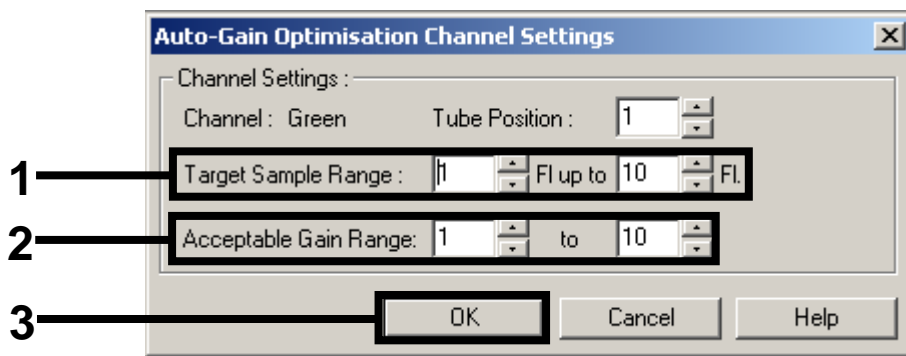

Figura 7. Ajuste da otimização do ganho para o canal Green. Estes ajustes devem ser realizados para cada canal (verde, amarelo e laranja).
9. Ajustar a optimização do ganho. Escolher um “Target Sample Range” (Intervalo de amostras alvo) a partir de 1 FI até 10 FI e um “Acceptable Gain Range” (Intervalo de ganho aceitável) a partir de 1 a 10 (figura 7, exemplo mostrado para canal Green [Verde]). Estes ajustes devem ser realizados para cada canal (verde, amarelo e laranja).